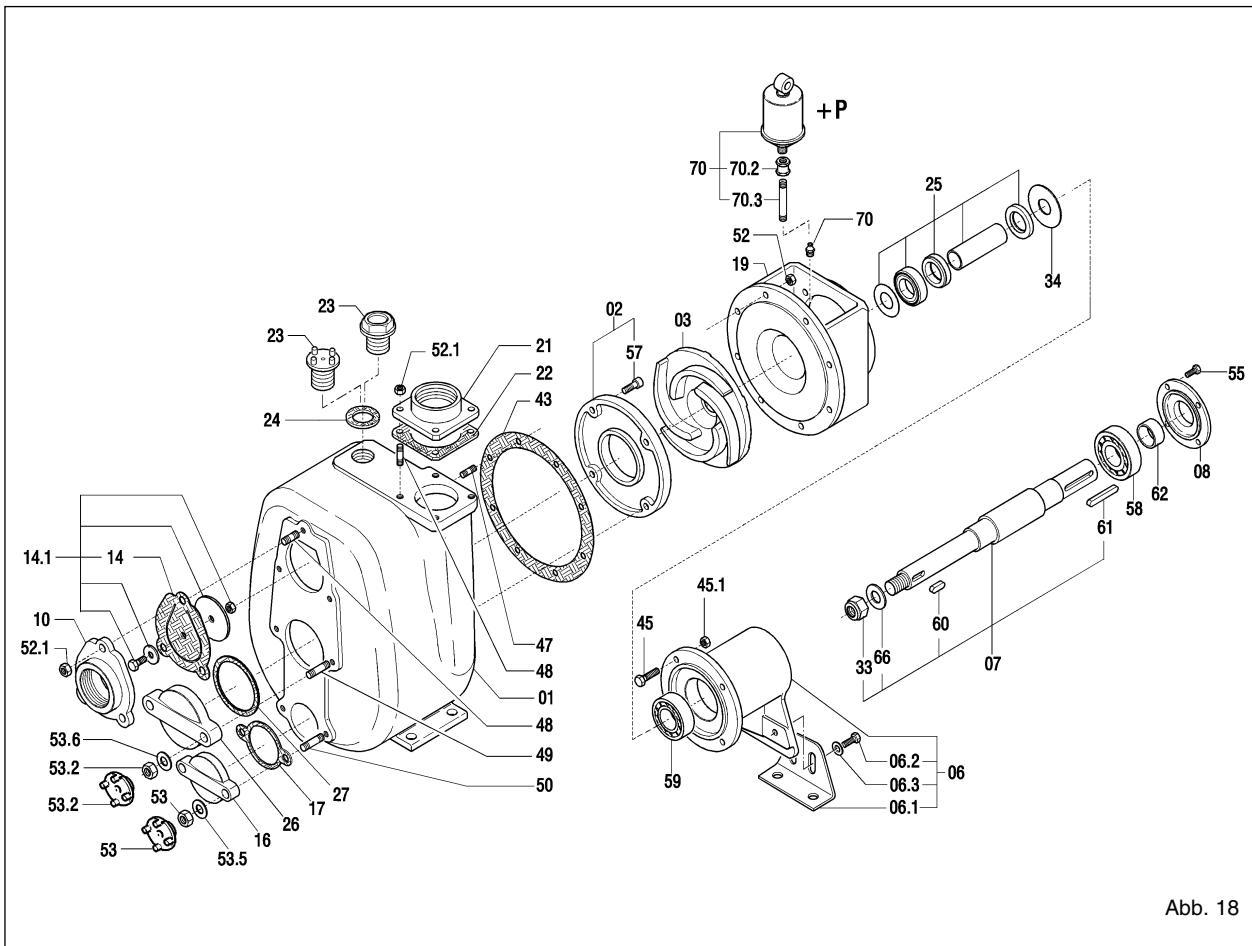

Abb. 18
12.2 Ersetzung des Laufrades (Abb. 18)
- Die Muttern (52) lösen und den Pumpenkörper entfernen; dabei darauf achten, dass die Dichtung (43) nicht beschädigt wird.
- Das Laufrad (03) blockieren und die selbstblockierende Mutter (33) abschrauben.
- Gegebenenfalls die Dichtung (43) ersetzen.
12.3 Ersetzung des Verschleißstellers (Abb. 18)
- Die Muttern (52) lösen und den Pumpenkörper entfernen; dabei darauf achten, dass die Dichtung (43) nicht beschädigt wird;
- Die Innensechskantschrauben (57) lösen
- Den Verschleißteller (02) ausbauen und ersetzen
- Gegebenenfalls die Dichtung (43) ersetzen
12.4 Ersetzung des Ventils (fig. 18)
- die Ventilhalterung (10) herausnehmen
- das Ventil (14) herausnehmen
- den Ventilsitz der Ventilhalterung (10) reinigen und wieder einsetzen
12.5 Ersetzung der Dichtung Typ 1 oder 2 (Bezug Abb. 18, 19 und 20)
- Das Laufrad (03) blockieren und die selbstblockierende Mutter (33) entfernen.
- Die Motorhalterung (19) herausnehmen. Zusammen wird automatisch auch der rotierende Teil der Dichtung (40) herausgenommen, der auf dem Distanzstück (31) montiert ist.
- Den Gegenflansch (39) mit der entsprechenden Dichtung (38) von der Motorhalterung abnehmen.
- Die Ölwanne (41) abbauen.
12.7 Wartung der Lager (Abb. 18)